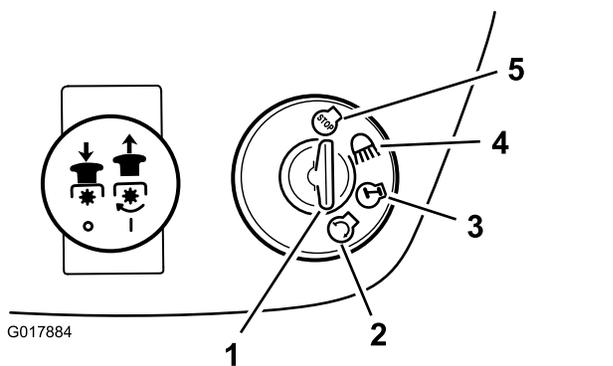

Figura 10
7. Girate la chiave di accensione in senso orario e tenetela in posizione Start (Figura 10).